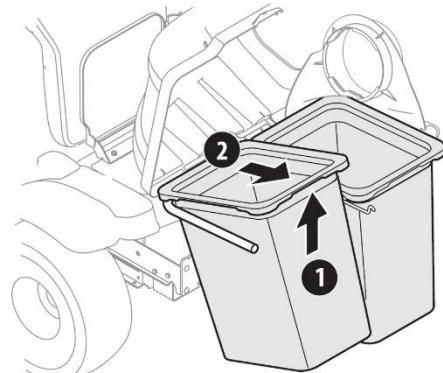

図 23
4. 図 23 の①で集草バッグの手前を持ち上げ、集草バッグを取り外してください。